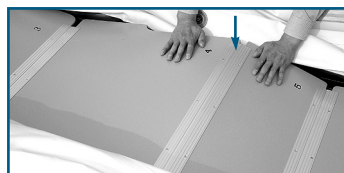

рис. 2
- Надавите на образовавшийся угол до полной установки жесткого настила (рис. 2).